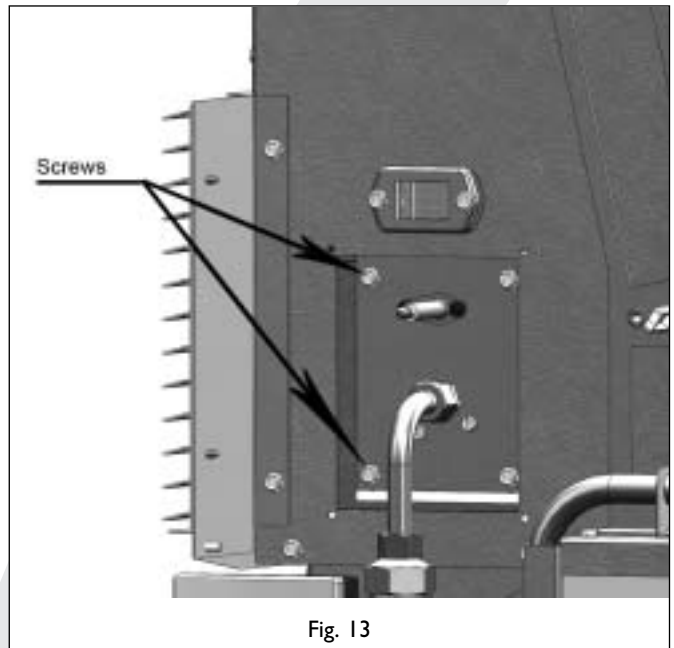

Fig. 13
- Draai de 4 schroeven van de brander los; zie Afb. 13.